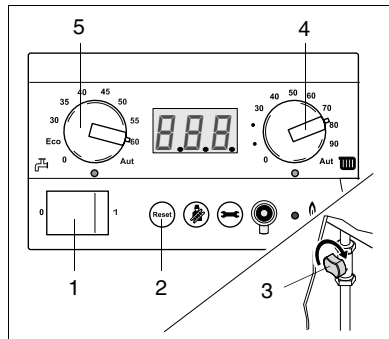

Fig. 4 BC10 – Tryckåtergivning, gaskran
- Sätt påsättnings-/avstängningsknappen (fig. 4, pos. 1) i läget "1".
- Ställ in max. varmvattentemperatur med hjälp av regleringsknappen (fig. 4, pos. 4) och tabell 1 .
- Ställ in förbrukningsvattentemperaturen för Milton SmartLine Combi HR 24 eller boilertemperaturen i den externa pannan för Milton SmartLine HR 24 med hjälp av regleringsknappen (fig. 4, pos. 5) och tabell 2.
- Öppna gaskranen genom att ställa in ratten på gaskranen parallellt med gasledningen (fig. 4, pos. 3)
- Tryck på resetknappen (fig. 4, pos. 2).